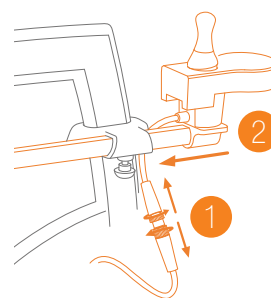

Figure 12: Déconnecter le câble (1) et glisser le contrôleur de joystick dans le support (2).
- b. Reconnectez le câble (1)(2), puis serrez le contrôleur en tournant le bouton dans le sens des aiguilles d'une montre (3) (**Figure 12**).